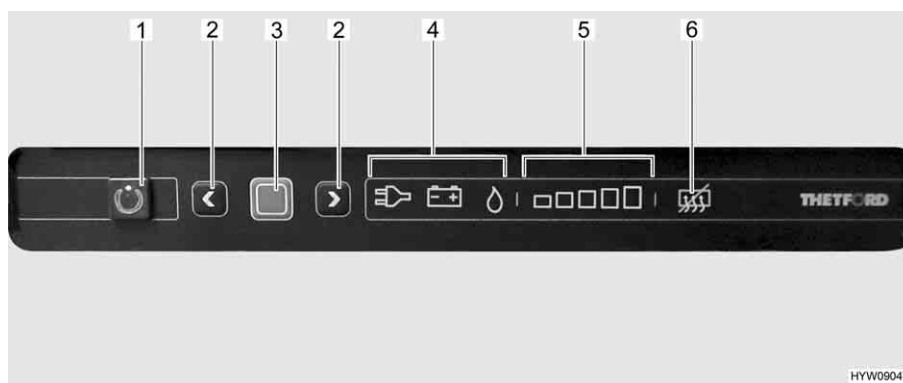

Fig. 138 Elementi di comando del frigorifero
La modalità di funzionamento attuale è indicata da un simbolo luminoso (Fig. 138,4) sulla centralina di controllo.
Dopo l'accensione il frigorifero seleziona automaticamente la regolazione del termostato selezionata per ultimo. Questa impostazione può essere modificata manualmente con i tasti freccia (Fig. 138,2). Le barre luminose dell'indicatore del livello di refrigerazione (Fig. 138,5) visualizzano la temperatura selezionata sul termostato. Con i tasti freccia viene regolata la temperatura di refrigerazione per tutti i tre tipi di energia. Ci vogliono alcune ore prima che il frigorifero raggiunga la temperatura normale di esercizio. Cambiando la modalità di funzionamento la regolazione del termostato non viene modificata. La temperatura di refrigerazione è indipendente dal tipo di energia utilizzata.
- Premere il tasto On/Off (Fig. 138,1) per 1 secondo. Il tasto (Fig. 138,1) si illumina di verde. Dopo circa 10 secondi, l'indicatore viene attenuato per risparmiare energia.
- Premere il tasto di conferma (Fig. 138,3). L'impostazione attuale della modalità di funzionamento viene visualizzata.
- Se non è impostata la modalità di funzionamento a gas: Per modificare l'impostazione, premere il tasto di conferma (Fig. 138,3) per circa 2 secondi.
- Selezionare la modalità di funzionamento a gas con i tasti freccia (Fig. 138,2). L'alimentazione del gas è ora aperta. L'accensione avviene automaticamente. È udibile un ticchettio fino a quando procedura di accensione non è stata portata a termine.
- Premere il tasto di conferma (Fig. 138,3) per circa 2 secondi.
- Premere nuovamente il tasto di conferma (Fig. 138,3). Il livello di refrigerazione attuale viene indicato dalle barre luminose (Fig. 138,5).
- Per modificare l'impostazione, premere i tasti freccia (Fig. 138,2) fino a visualizzare l'impostazione desiderata.
- Premere il tasto On/Off (Fig. 138,1) per circa 2 secondi. Tutte le spie si spengono. Il frigorifero è spento.
- Se non è impostata la modalità di funzionamento 230 V: Per modificare l'impostazione, premere il tasto di conferma (Fig. 138,3) per circa 2 secondi.
- Selezionare la modalità di funzionamento 230 V con i tasti freccia (Fig. 138,2).
- Se non è impostata la modalità di funzionamento 12 V: Per modificare l'impostazione, premere il tasto di conferma (Fig. 138,3) per circa 2 secondi.
- Selezionare la modalità di funzionamento 12 V con i tasti freccia (Fig. 138,2).
- Premere contemporaneamente entrambi i tasti freccia (Fig. 138,2) e tenerli premuti per 2 secondi. Il simbolo di disattivazione della funzione anti-condensa (Fig. 138,6) si illumina.
- Premere di nuovo contemporaneamente entrambi i tasti freccia (Fig. 138,2) e tenerli premuti per 2 secondi. Il simbolo di disattivazione della funzione anti-condensa (Fig. 138,6) si spegne.